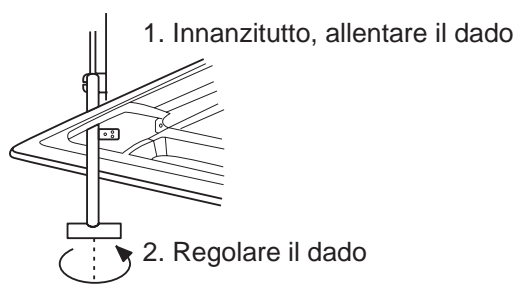

Fig. 3.18
- Per regolare l'altezza dell'Unità Interna, è possibile utilizzare le aperture ai 4 angoli del pannello, se ciò non influisce sul sollevamento e abbassamento dell'Unità e la tubazione di scarico della condensa. Vedi la Fig. 3.18.